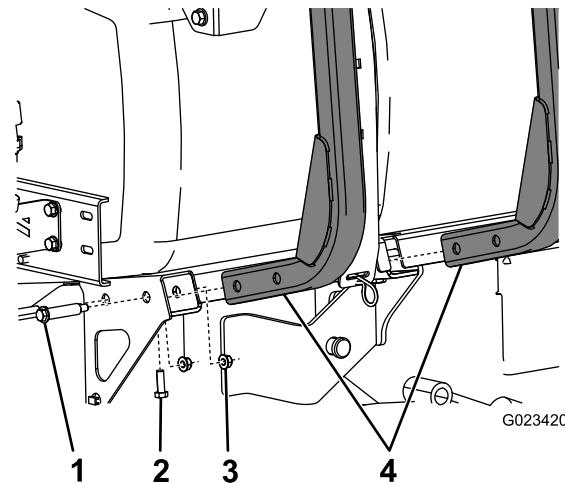

Figura 2
2. Fissate la parte inferiore dei supporti per avvolgitubo alla macchina utilizzando 2 bulloni (5/16") e 2 dadi di bloccaggio (Figura 2).
1. Montate i 2 supporti per avvolgitubo sul lato della macchina utilizzando 4 bulloni di spallamento e 4 dadi flangiati (5/16") come mostrato in Figura 2.